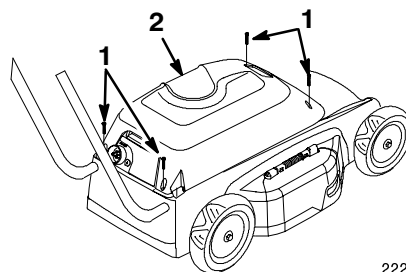

Figure 19
- Retirer le capot (Fig. 19), et enlever les débris qui se trouvent en dessous et autour de la batterie à l'aide d'une brosse, d'un aspirateur ou d'air comprimé.